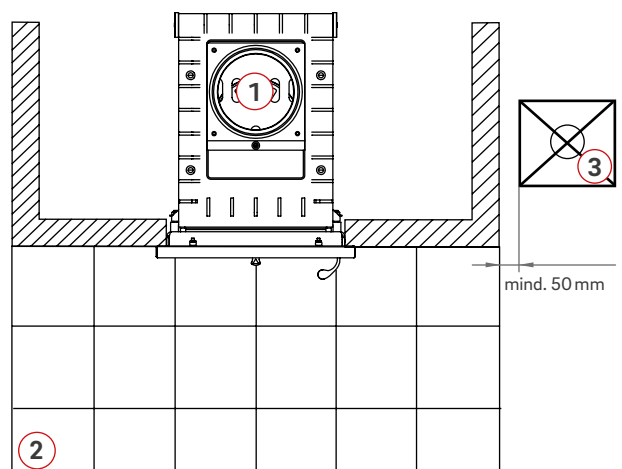

Abb. 3: Beispiel: Schutz und Abstände vor der Feuerraumöffnung
- Von den freien Außenflächen der Verkleidung zum Aufstellraum müssen mindestens 50 mm Abstand zu brennbaren Baustoffen (Abb. 3) oder brennbaren Bestandteilen und zu Einbaumöbeln gehalten werden.